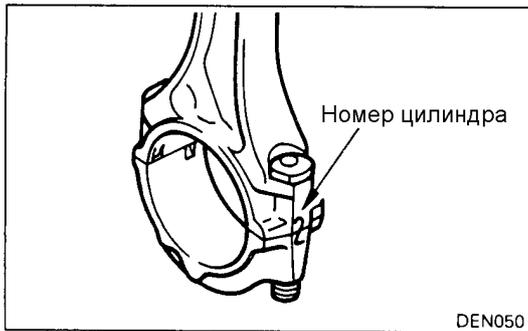

Рис. 11.51
- (1) Нанесите на нижнюю головку шатуна метку в виде номера цилиндра, в котором был расположен данный шатун (рис. 11.51).